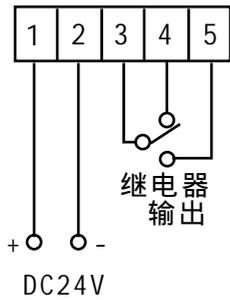

图 5 DC24V 供电
- ◆ DC 24V 供电，继电器输出时的系统连线如图5所示。